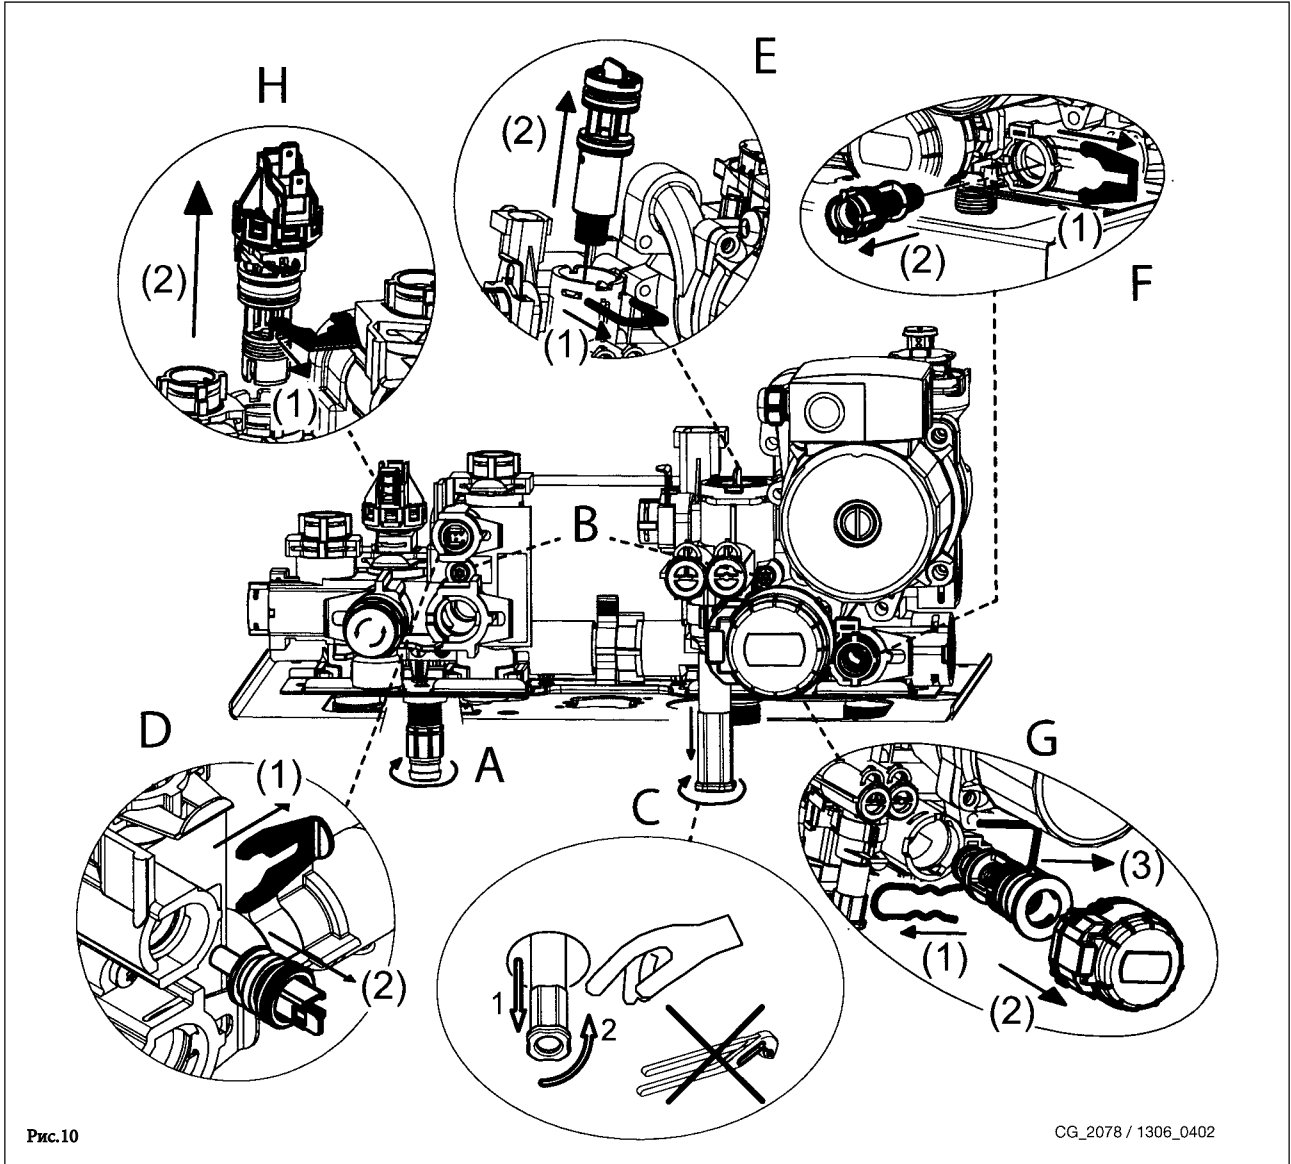

Рис.10
Фільтр на вході холодної води системи ГВП і фільтр на поверненні з системи опалення розташовуються усередині спеціальних знімних картриджів. Картридж з фільтром системи опалення розташовується на поверненні з системи (Рис.10 F), картридж з фільтром системи ГВП розташовується на вході холодної води (Рис.10 E). Для очищення фільтрів діяти наступним чином:
- злити воду із системи опалення, відкривши кран А (Рис.10);
- для того, щоб вийняти картридж з фільтром системи опалення, необхідно спочатку зняти мотор триходового клапана (1-2G - Рис.10);
- для заміни датчика контуру ГВП дивись Рис.10 D.
- Зняти затиск 1E (Рис.10);
- Зняти фільтр 2E (Рис.10).
При відсутності спеціального крана необхідно демонтувати вторинний теплообмінник, як описано в наступному розділі, і очистити його окремо. Рекомендуємо очистити від накипу також датчик NTC системи ГВП і місце його розташування (Рис.10 D). Для очищення вторинного теплообмінника або контуру ГВП рекомендуємо використовувати Cillit FFW-AL і Benckiser HF-AL.
- відкрутіть два гвинти (прямо перед вами), що кріплять теплообмінник ГВП, і вийміть його (Рис.10 B).